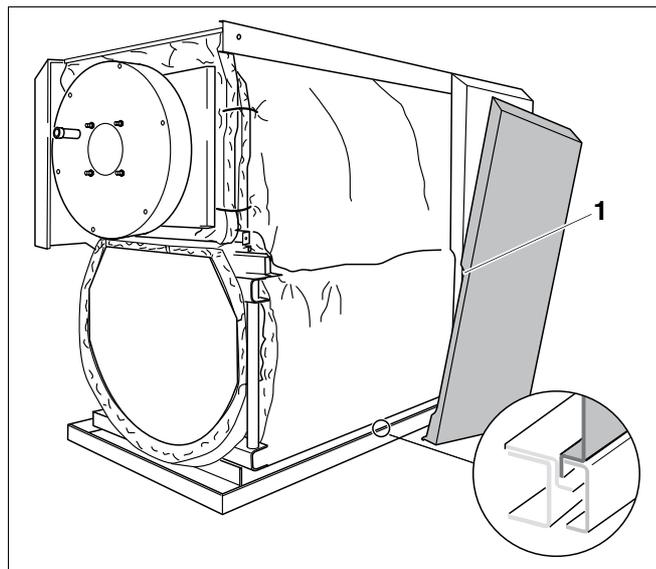

Fig. 14 Montaggio dei pannelli laterali nella parte inferiore
- Montare il pannello laterale posteriore e quello centrale nella parte inferiore, agganciando il bordo ripiegato dei pannelli tra il coprizoccolo e il profilo distanziatore (fig. 14).
Fare attenzione alle sagomature (fig. 14, **pos. 1**) dei pannelli laterali: